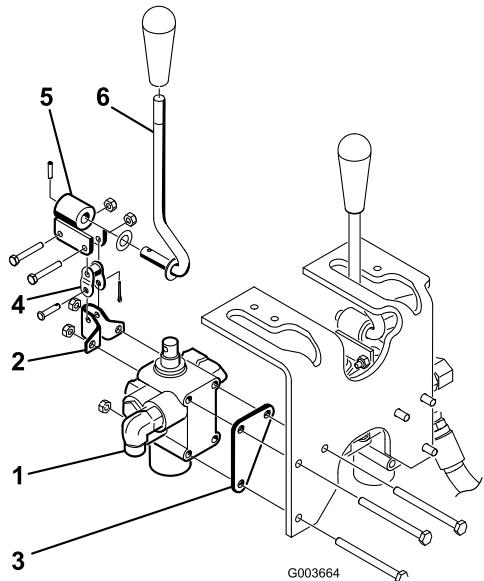

Figure 5
- Montez l'ensemble soupape, le support de pivot et la plaque de la soupape sur le châssis avec 3 boulons (1/4 x 3") et 3 contre-écrous (Figure 5). Placez la plaque de soupape contre l'avant du longeron de châssis lors du montage. Serrez à 10,2–12,4 Nm.
3. Montez sans serrer le levier de pivot sur le tiroir et la biellette à épaulement avec 2 boulons (N° 10 x 1-1/4") et 2 contre-écrous (Figure 5). Ne serrez pas à ce stade.